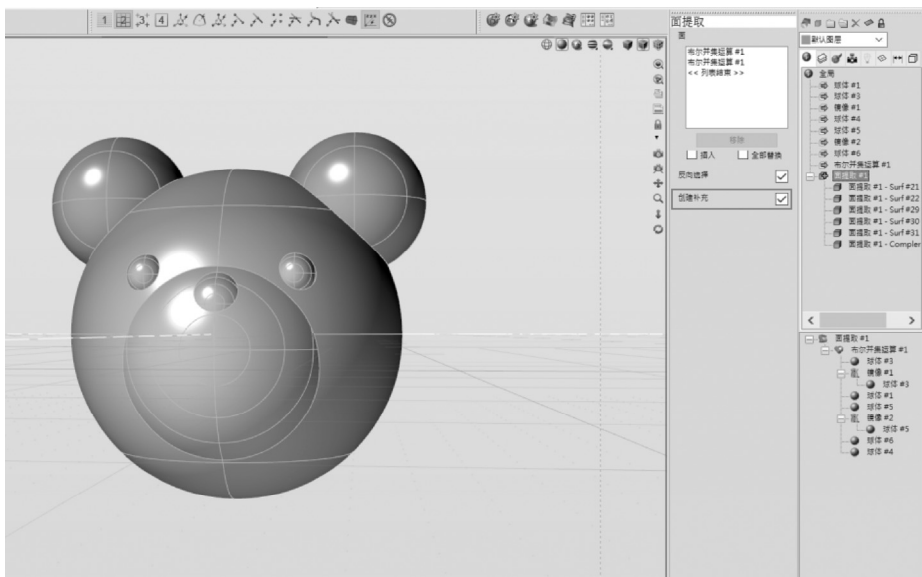

图 4-178 勾选“创建补充”复选框
4) 此时, 勾选控制面板中的“创建补充”复选框, 可进一步获得所有提取面, 并且每一个面都可被独立选中 (之前提取的小熊眼睛的两个面作为一个整体), 如图 4-178 所示。